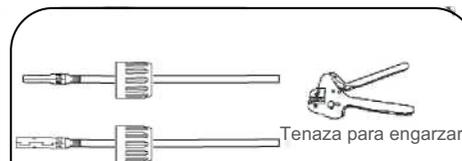

Figura 3.20 Engarce la clavija de contacto al cable
3. Engarce la clavija de contacto al cable con un engarzador de cables adecuado. (Figura 3.20).